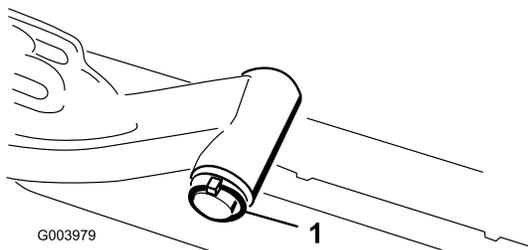

Figura 9
A. Retire o pino de sujeição e a anilha que prende o veio da articulação do braço de elevação ao braço de elevação e faça deslizar o veio de articulação do braço de elevação para fora do braço de elevação (Figura 9).
C. Insira o veio do braço de elevação no braço de elevação e prenda-o com a anilha e o pino de sujeição (Figura 9).